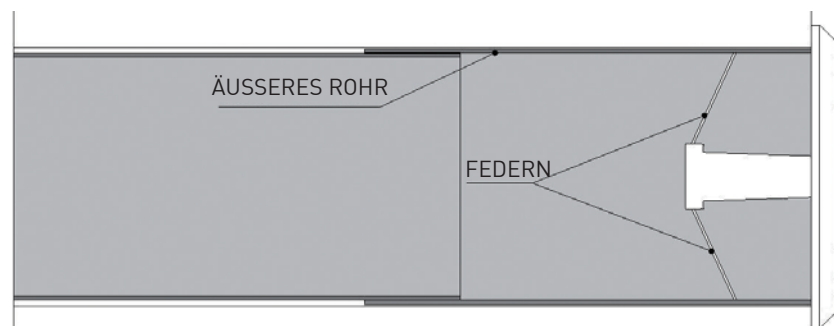

Abbildung 6
2. Bringen Sie das Gitter "auf links" an, indem Sie die Federn auf dem äußeren Rohr (Abbildung 6) zusammendrücken